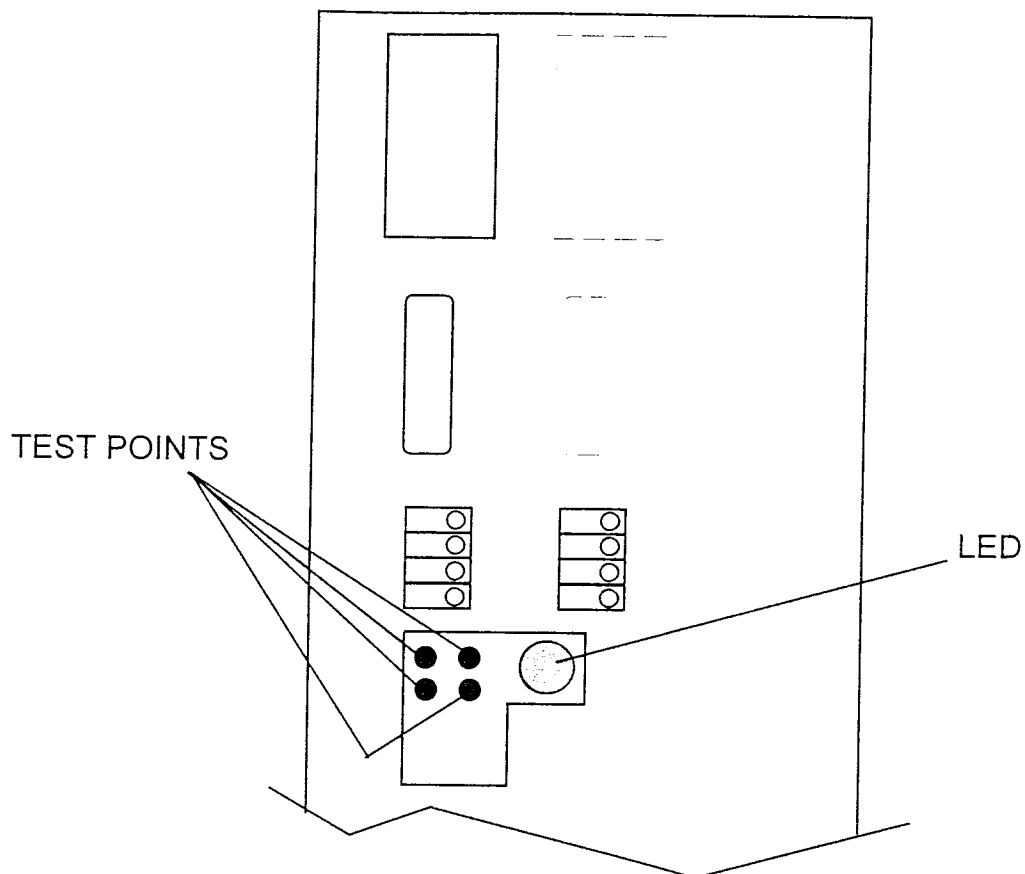

Fig.4b - led di diagnostica
5. se l'anomalia si ripresenta, verificare lo stato del led di diagnostica (vedi Fig.4b) presente sulla parte frontale del modulo di controllo relativo all'asse specificato nel messaggio;